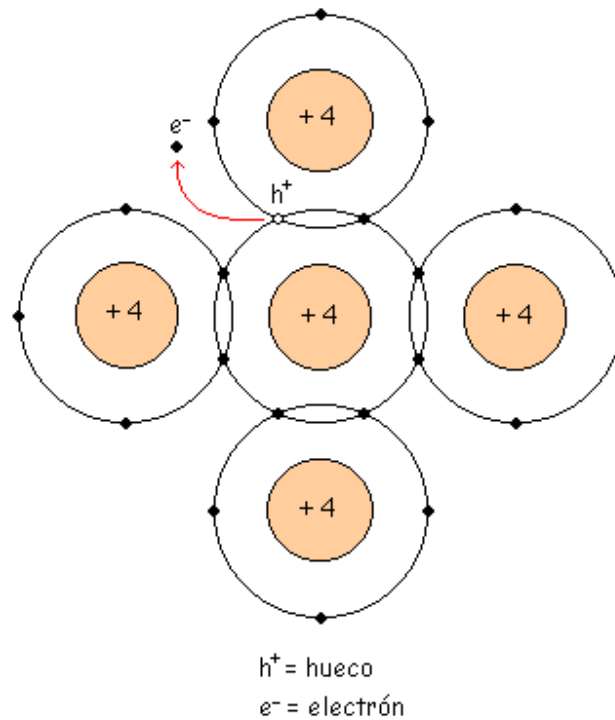

Figura 3.7. Movimiento de un electrón dentro del átomo del silicio
*El aumento de la temperatura hace que los átomos en un cristal de silicio vibren dentro de éste, a mayor temperatura mayor será la vibración, con lo que un electrón se puede liberar de su órbita, lo que deja un hueco que a su vez atraerá otro electrón, repitiéndose éste efecto continuamente, figura 3.7.*